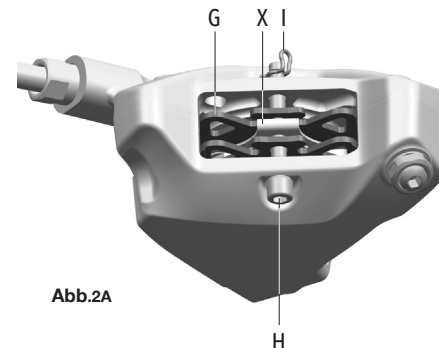

Abb.2A
- Bremsbelag (G - **Abb.2A**)
- Feder (X - **Abb.2A**)
- Befestigungsschraube der Bremsbeläge (H - **Abb.2A**)
- Befestigungssplint der Schraube der Bremsbeläge (I - **Abb.2A**)